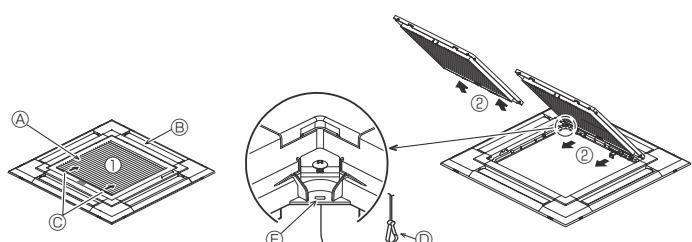
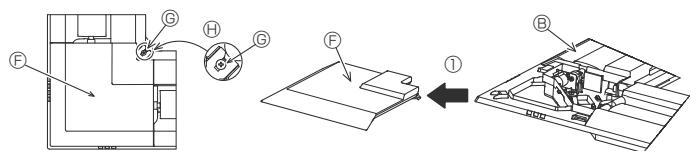

Fig. 9-3
Fig. 9-4
9.2.1. Demontaż kratki wlotowej (Fig. 9-3)
- Przesunąć dźwignię w kierunku wskazanym przez strzałkę ①, aby otworzyć kratkę wlotową.
- Gdy kratka wlotowa jest w pozycji otwartej, należy usunąć zawias kratki wlotowej z kratki w sposób pokazany przez strzałki ②.
9.2.2. Demontaż panelu narożnego (Fig. 9-4)
- Odkręcić 4 śruby na narożniku. Przesunąć panel narożny w kierunku wskazywanym przez strzałkę ① na rysunku, aby go zdementować.
[Fig. 9-3] [Fig. 9-4]